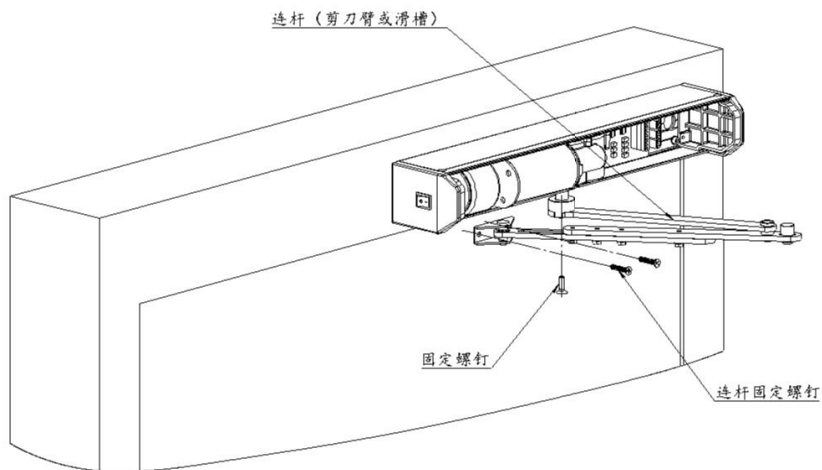

图 3-4
4. 安装连杆, 注意连杆方向。用配套的 M6 的螺钉和自攻螺钉分别将连杆固定在整机减速机输出轴和门上。见图 3-4